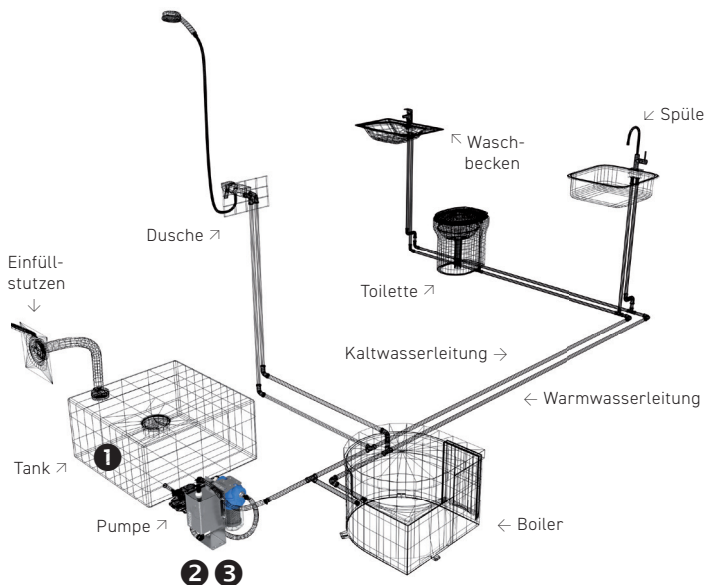

Abbildung 1: Installationsempfehlung in einem mobilen Frischwassersystem
Um diese Risiken auszuschließen, empfehlen wir eine Konservierung ① des Wassers (z.B. mit dem SilberNetz), welche sich über das gesamte Frischwassersystem erstreckt. *Abbildung 1* zeigt ein Praxisbeispiel wie das Frischwassersystem mit eingebauter UV-Einheit (Desinfektion) ② und Aktivkohlefilter zur Vorfiltration und Schadstoffentfernung ③ ganzheitlich hygienisch betrieben werden kann. Eine mindestens jährlich stattfindende Systemreinigung/Desinfektion rundet den hygienischen Betrieb hervorragend ab (*siehe auch Kapitel Reinigung (S.30)*).